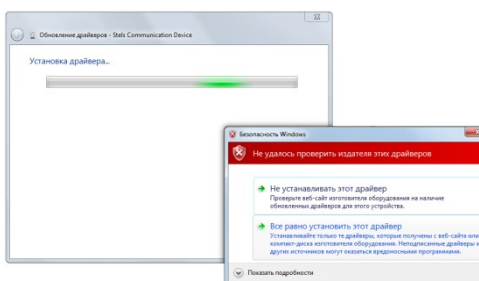

Рис. 5.8. Предупреждение операционной системы
- Начнется процесс установки драйвера. Когда появится предупреждение операционной системы о том, что проверить издателя драйвера не удалось, щелкните левой кнопкой мыши по надписи *Все равно установить этот драйвер* (рис. 5.8).